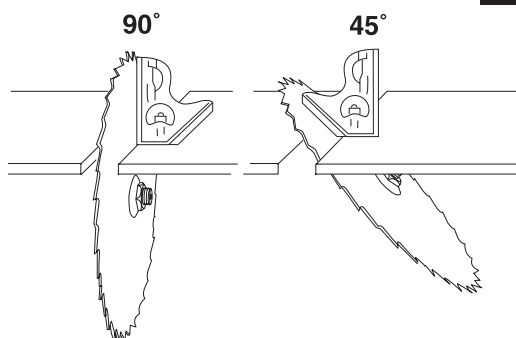

FIG. 9
3. Place a combination square on the table and against the blade to determine if the blade is at a 90° angle to the table (Fig. 9).
3. Place a combination square on the table and against the blade to determine if the blade is at a 45° angle to the table (Fig. 9).
3. Placez une équerre combinée sur la table et contre la lame afin de déterminer si la lame est à un angle de 90° par rapport à la table (Fig. 9).
3. Placez une équerre combinée sur la table et contre la lame afin de déterminer si la lame est à un angle de 45° par rapport à la table (Fig. 9).
3. Coloque una escuadra de combinación sobre la mesa y contra la hoja para determinar si la hoja está a un ángulo de 90° respecto a la mesa (Fig. 9).
3. Coloque una escuadra de combinación sobre la mesa y contra la hoja para determinar si la hoja está a un ángulo de 45° respecto a la mesa (Fig. 9).